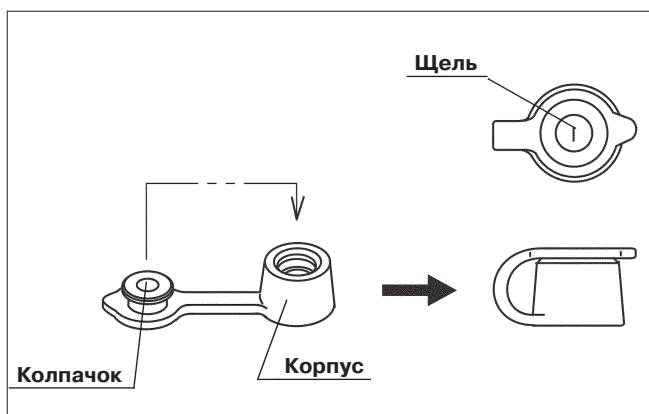

Рис. 3.8
2. Присоедините колпачок к корпусу клапана (см. рис. 3.8).